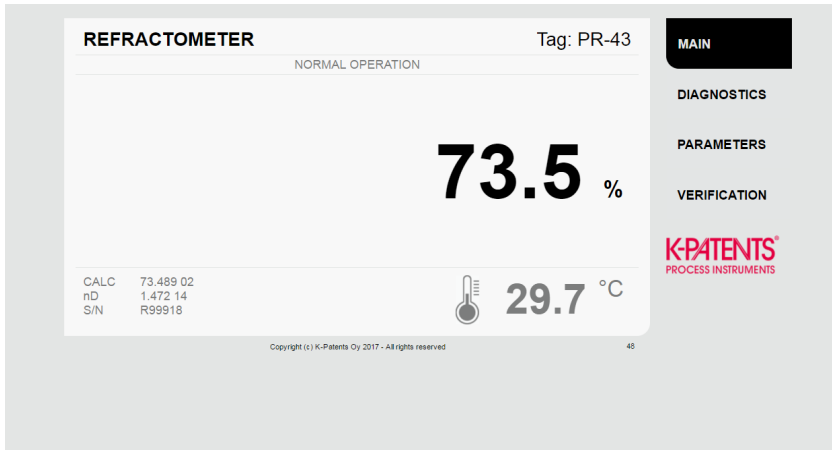

Figura 3.1 Página principal
4. Espere hasta que la página inicial se cargue, lo cual puede requerir varios segundos. La página es similar a la mostrada en la figura 3.1; el aspecto exacto de la página dependerá de qué navegador utilice, así como de la configuración de pantalla.